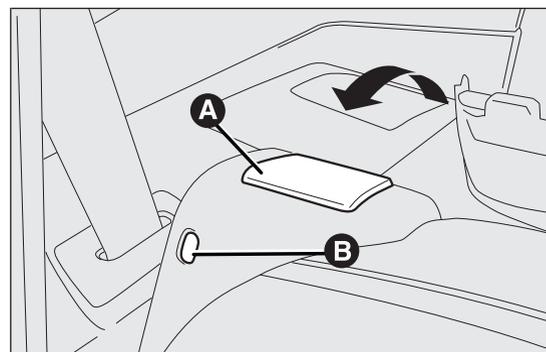

fig. 73
- para versiones con asiento doble partido*: levantar la palanca A fig. 73 de retención del respaldo y abatirlo hacia adelante, para obtener un compartimento de carga uniforme. El levantamiento de la palanca se confirma con una "banda roja" B fig. 73;